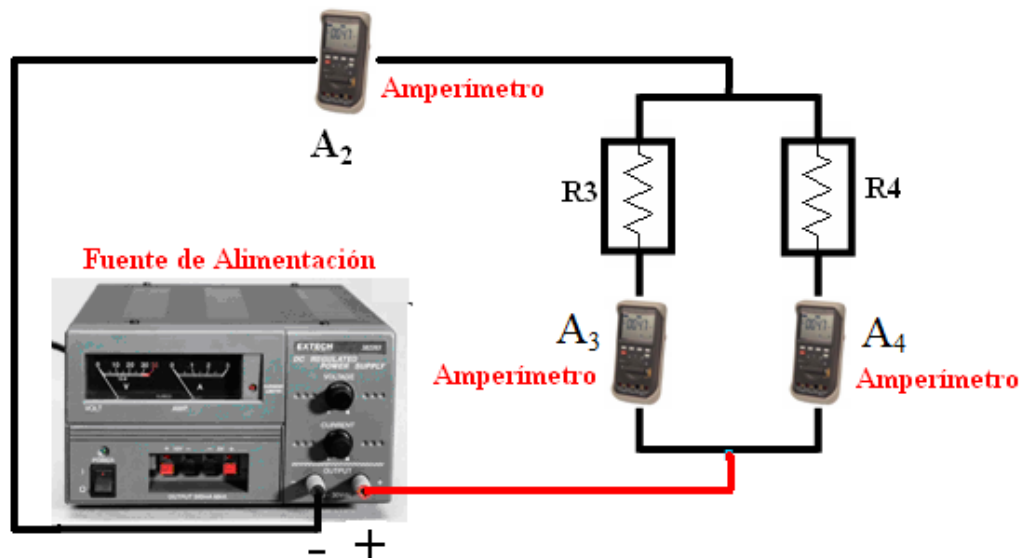

Figura 3.5. Esquema de conexión de los elementos del arreglo de resistencias en paralelo.
20. Repita los pasos del 13 al 15 para armar el arreglo de resistencias en paralelo que se muestra en la figura 3.5.